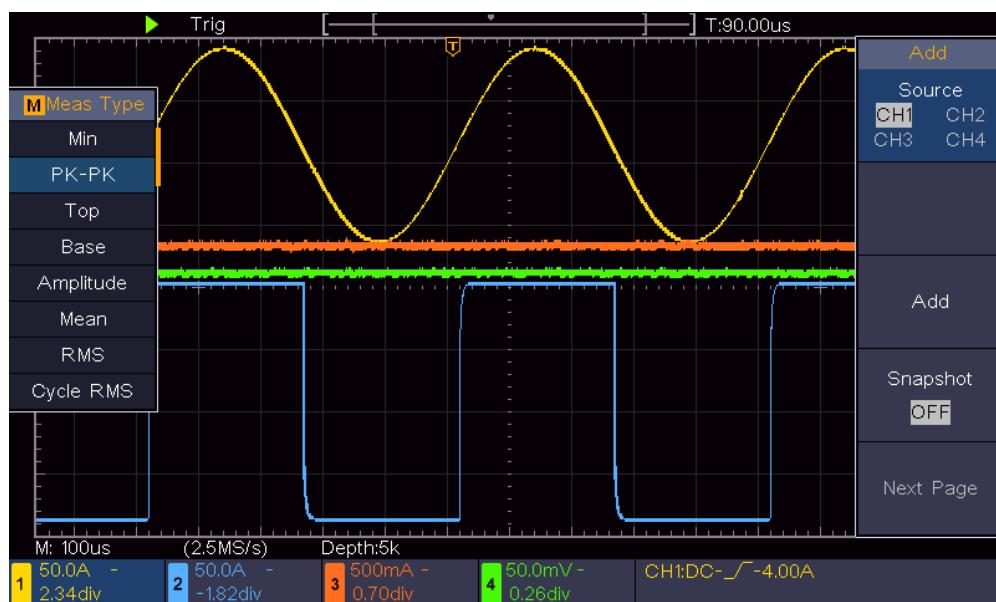

Figure 6-2 PK-PK自動測定アイテムを選択
- (1) **Autoset**キーを押して、2つのチャンネルの波形を適切に表示させます。
- (2) **Measure**を押して自動測定メニューを開きます。
- (3) 右メニューの**Source**で **CH1** を選択します。
- (4) 左メニューで**MJF**を回して **PK-PK** を選択します。
- (5) 右メニューで**Add**を押して**CH1**の **PK-PK** を追加します。
- (6) 右メニューの**Source**で **CH2** を選択します。
- (7) 左メニューで **PK-PK** を選択したまま、右メニューで**Add**を押して**CH2**の **PK-PK** を追加します。
- (8) 画面左下からCH1（入力信号）とCH2（出力信号）のピーク・トゥ・ピーク電圧値を読み取ります。 (Figure 6-2)
- (9) 下記の式でアンプのゲインを算出します。